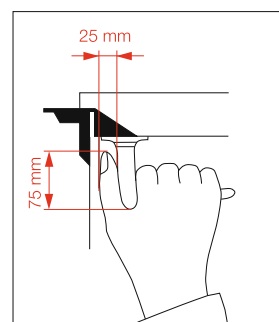

Bild 5: Richtige Anordnung eines Druckers mit genügendem Platz für den Daumen.
- für die Finger mind. 25 mm (Bild 5)